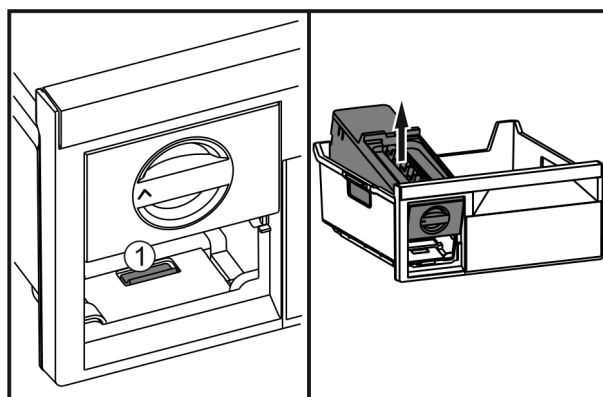

Fig. 70
- ▶ Натиснете езичето Fig. 70 (1), повдигнете EasyTwist-Ice отзад и извадете от чекмеджето на фризера.